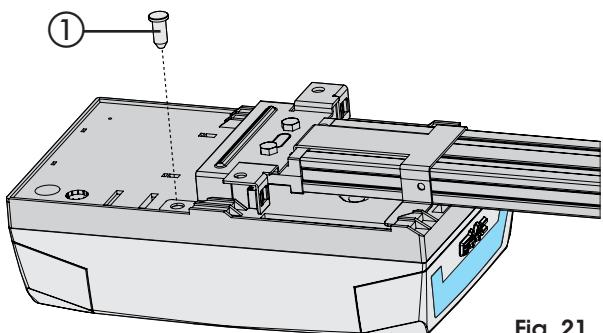
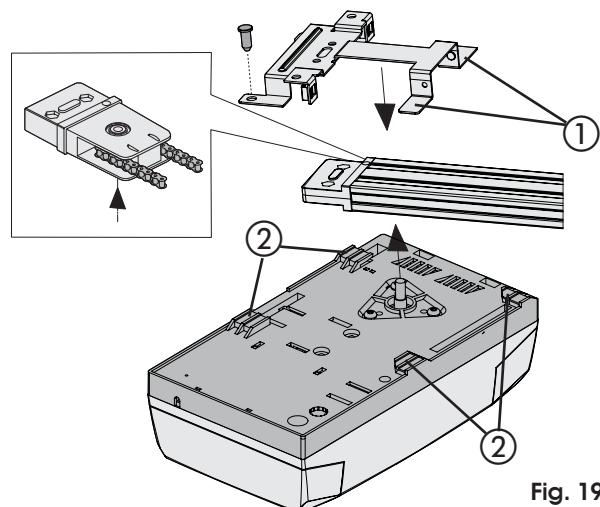
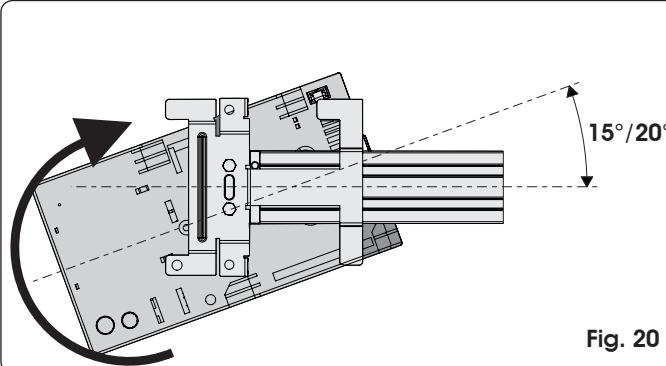

Fig. 21
Fig. 19
Fig. 20
- 1) En maintenant l'opérateur incliné de 15°/20° (Fig. 20), introduire l'arbre du motoréducteur dans l'embrayage de la patte d'attache postérieure du rail de guidage et approcher les ailettes (Fig. 19 ref. ①) des logements sur le fond de la base de l'opérateur (Fig. 19 ref. ②).
- 2) Tourner l'opérateur en sens horaire (Fig. 20) pour atteindre la position de la Fig. 21 et introduire la goupille dans le trou de la patte d'attache postérieure (Fig. 21 ref. ①).